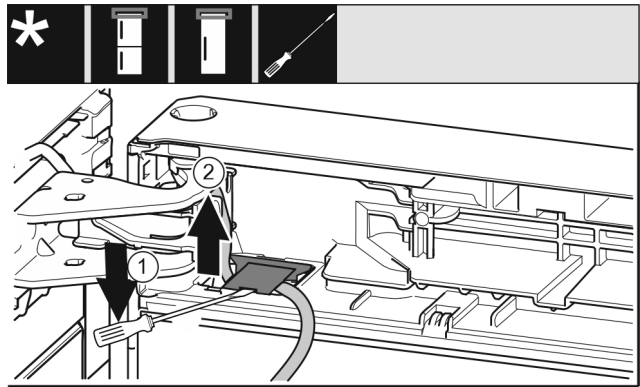

Fig. 21
- ▶ Cu șurubelnița plată ridicați și extrageți apărătoarea. Fig. 21 (1)
- ▶ Extrageți cablul. Fig. 21 (2)